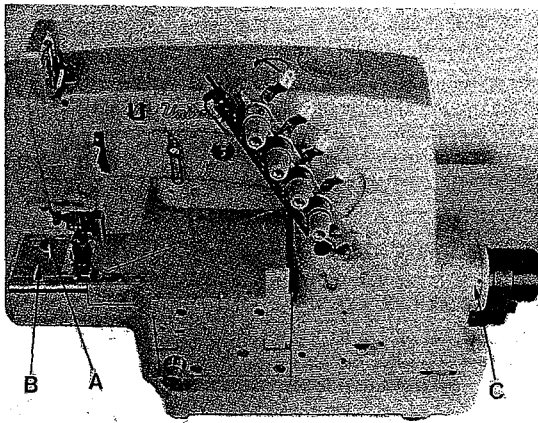
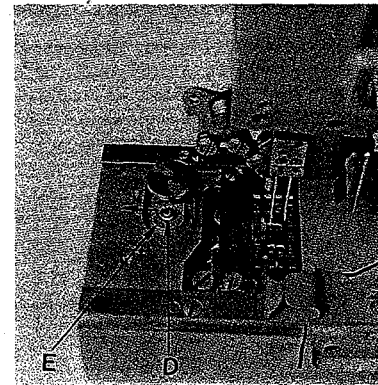

Fig. 25
Fig. 26
The stitch length is changed by pressing push button (A, Fig. 25) and simultaneously rotating handwheel (C). The push button (A) engages within one revolution of the handwheel and the stitch length change starts. Rotating the handwheel clockwise shortens the stitch, rotating it counterclockwise increases the stitch.
Before the machine leaves the factory the stitch length change mechanism is locked. When removing cover (B, Fig. 25) and loosening screw (B, Fig. 26) with the hexagon socket wrench, which is delivered with the machine, lever (E, Fig. 26) can be swung in the direction of the arrow, unlocking the stitch length change mechanism.
Die Stichtlänge wird durch leichtes Drücken auf den Knopf (A, Fig. 25) und gleichzeitiges Drehen des Handrades (C) eingestellt. Nach spätestens einer Umdrehung des Handrades rastet der Knopf (A) ein und die Stichverstellung beginnt. Drehen des Handrades im Uhrzeigersinn verkleinert den Stich, drehen im Gegenuhrzeigersinn vergrößert ihn.
Vor dem Versand der Maschine wird die Stichtlängenverstellung blockiert. Entfernt man den Deckel (B, Fig. 25) und löst mit dem mitgelieferten Sechskantschraubendreher die Schraube (D, Fig. 26) kann der Hebel (E, Fig. 26) in Pfeilrichtung nach links geschwenkt werden und die Arretierung der Stichtlängenverstellung ist aufgehoben.